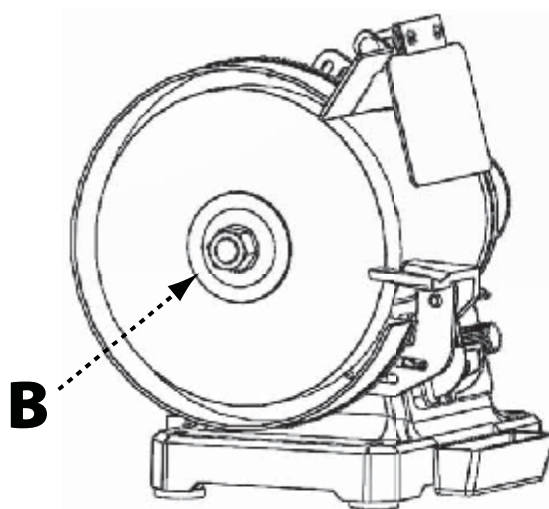

FIGURE 5
3. À l'aide d'une clé appropriée, tournez l'écrou de l'arbre (B) tout en utilisant l'autre main pour empêcher la meule de bouger. Voir Figure 5. Serrez l'écrou de l'arbre, aussi loin que vous le pouvez.